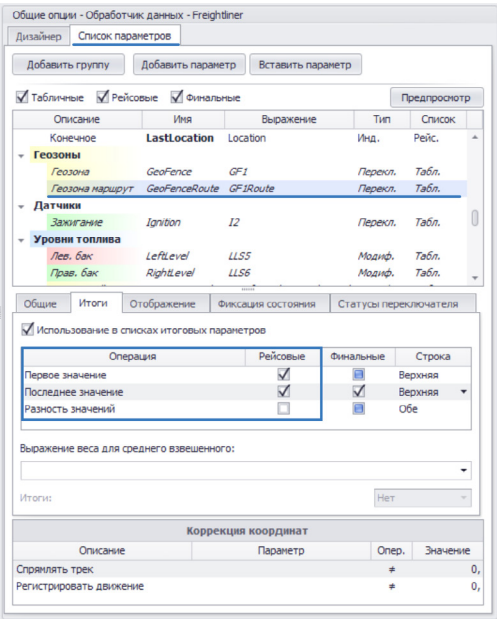

Рис.240. Параметр маршрута.
- после применения настроек в Обработчик данных будет добавлен новый переключатель, в который будут записываться определенные маршруты (Рис.240). Переключатель будет находиться во включенном состоянии, если определен маршрут транспортного средства. Поиск маршрута ведется по списку маршрутов транспортного средства. Если внутри маршрута имеется вложенный маршрут, охватывающий только часть точек большего маршрута, то сперва детектируется внешний маршрут, затем внутренний.
Рекомендуется также настроить вывод состояния переключателя в итоговые списки (на вкладке «Итоги»). Для того чтобы название текущего маршрута отображалось в Селекторе рейсов, необходимо установить галочки напротив нужных значений переключателя в столбце «Рейсовые» (Рис.240).